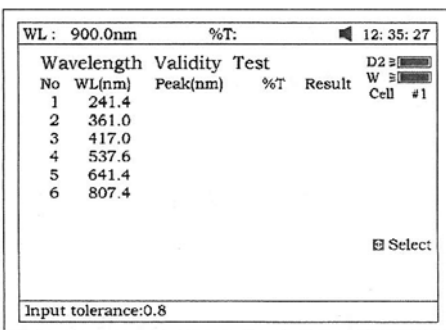

Fig 98
3. Presione [F3] para colocar la tolerancia (Fig 98). Ingrese el valor por medio del teclado numérico.